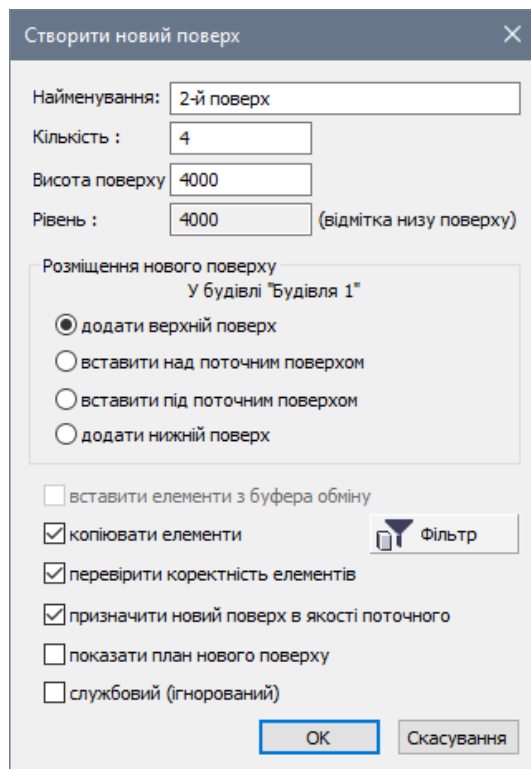

Рис. 23.13. Діалогове вікно **Створити новий поверх**
- Викличте діалогове вікно **Створити новий поверх** (рис. 23.13) натисканням по кнопці  – **Поверх** (панель **Проект** на вкладці **Створення**).